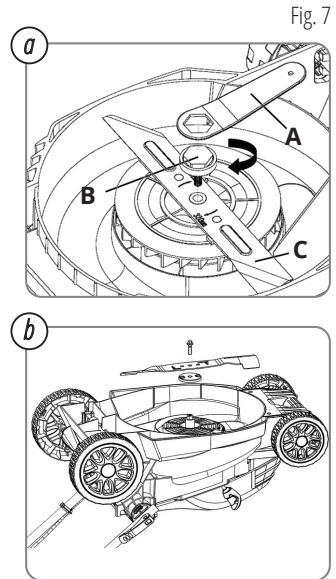

Fig. 7
- Nu îndepărtați rotorul (A) sub nicio formă (Fig. 7).